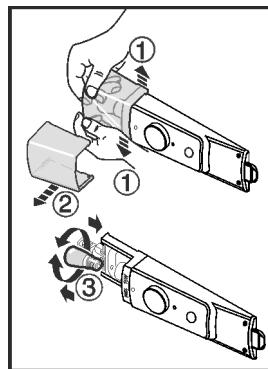

Fig. 10
- ▶ Разожмите крышку лампочки внутри в передней части в стороны, как показано на рисунке, Fig. 10 (1) и сдвиньте в сторону Fig. 10 (2).
- ▶ Замените лампу. Fig. 10 (3)